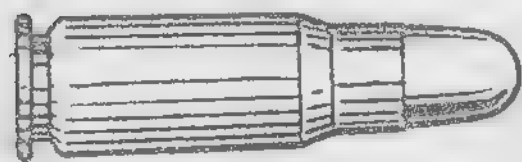

Рис. 72. Боевой патрон.
**104. Боевой патрон** (рис. 72) состоит из гильзы, капсюля, заряда и пули.